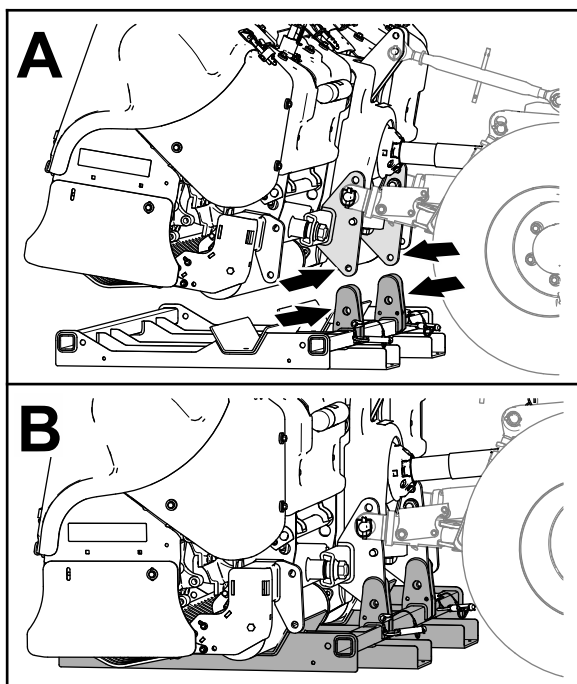

Figura 45
1. Alinhe as placas de suporte do suporte de armazenamento com o suporte na armação do engate da máquina (Figura 45)
2. Desça a máquina para o suporte de armazenamento até que os furos no suporte estejam alinhados com os furos no suporte do engate (Figura 45).